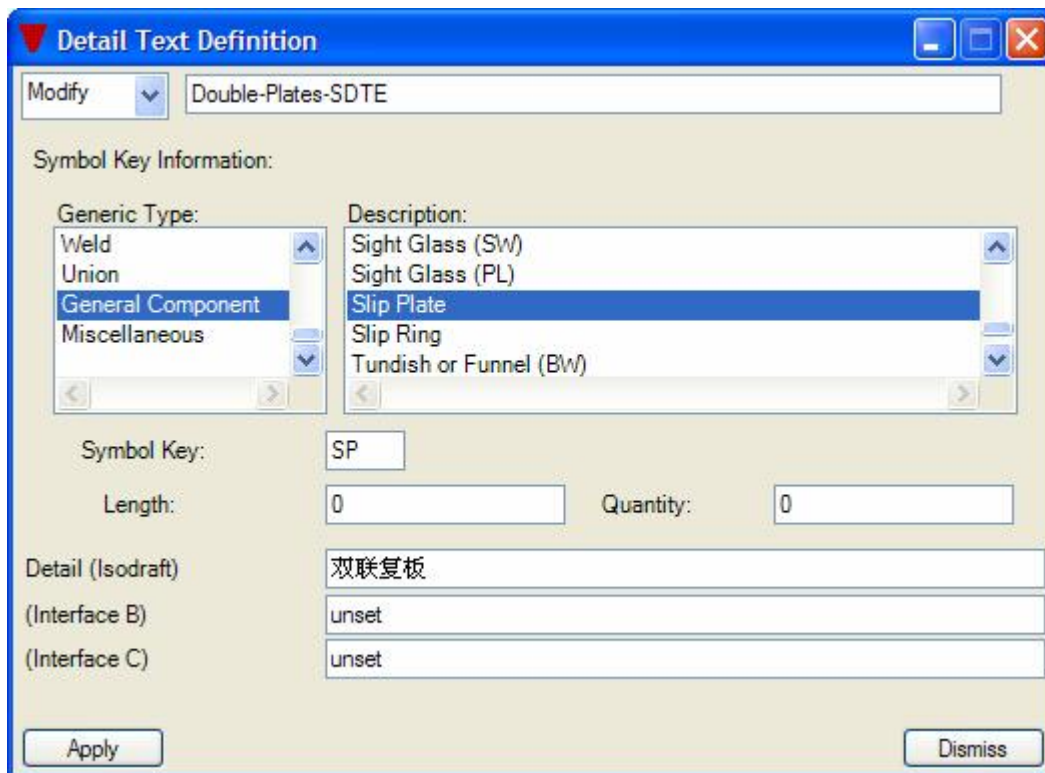

图 11 双联复板材料描述
g) 创建材料描述（SDTE）。根据情况创建材料描述。如图 11 所示：